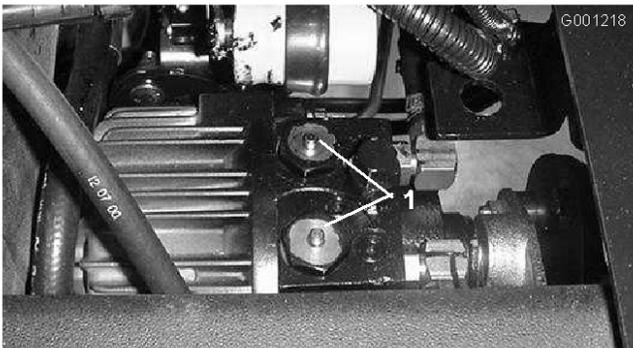

Figura 32
2. Premete i perni situati al centro dei due gruppi valvola di ritegno, in alto sulla trasmissione (Figura 32), e teneteli premuti mentre spingete o trainate la macchina. Dalla figura Figura 32 sono stati rimossi il sedile e la piastra di montaggio.